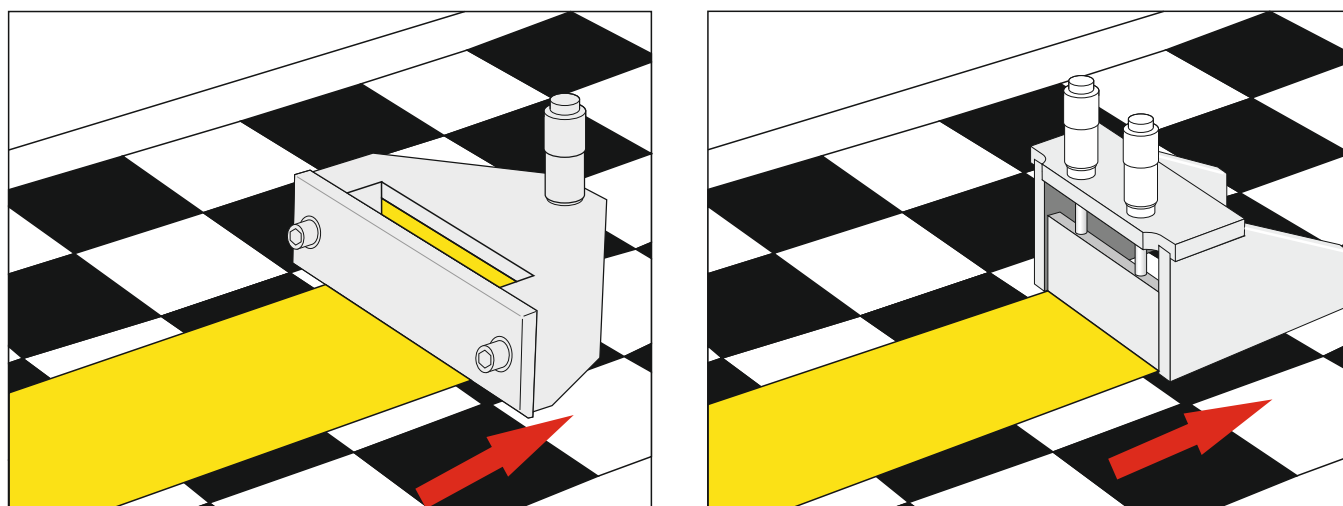

図4
▶ 塗布していく方向に向けてアプリケーターを置いてください（図4）。